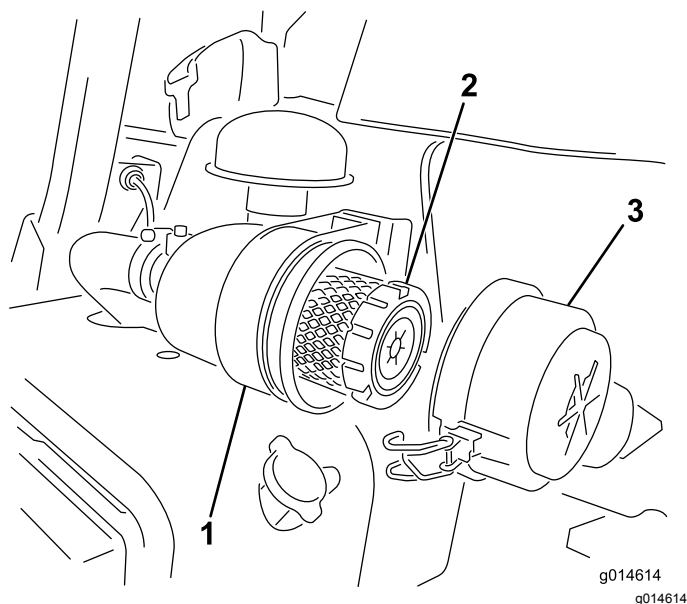

Рисунок 39
1. Отпустите защелки, фиксирующие крышку воздухоочистителя на его корпусе (Рисунок 39).
7. Зафиксируйте защелки (Рисунок 39).